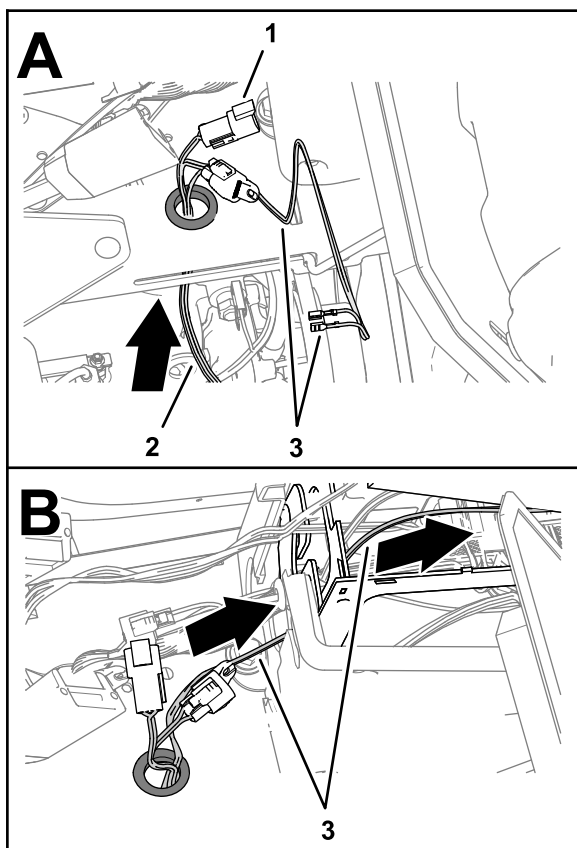

Bild 106
1. Führen Sie den Kabelbaumabzweig mit der Beschriftung REMOTE ENGAGE SWITCH [Fernbedienungsschalter] durch die Tülle (Bild 106), die Sie in 16 Bohren des Konsolensockels (Seite 32) eingesetzt haben.
2. Verlegen Sie den Kabelbaumabzweig mit der Beschriftung REMOTE ENGAGE SWITCH) [Fernbetätigungsschalter] in die Mittelkonsole (Bild 106).